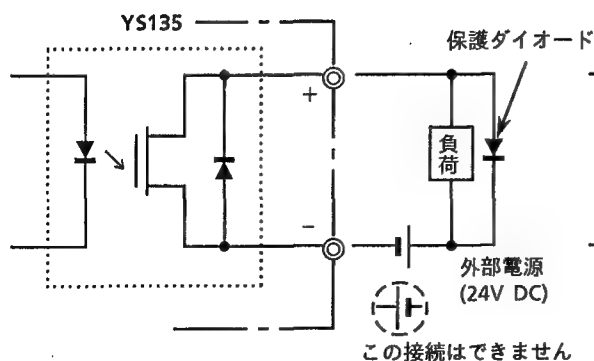

図3.8 ステータス出力を使用した接続
- リレーなどインダクタンス成分を含む機器を駆動する場合には、必ず、保護ダイオード(サージアブソーバ)を負荷と並列に接続してください(図3.8参照)。
- 負荷を駆動するための電源を接続する場合は、電源の極性を端子配列表(表3.1)に表示した極性と一致させて、配線してください(図3.8参照)。